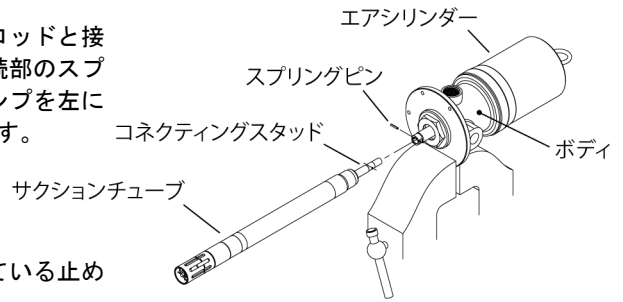

Fig.18
- 6) サクションチューブを引くと、エアモーターのピストンロッドと接続しているコネクティングスタッドがあらわれます。接続部のスプリングピンを抜き、コネクティングスタッドまたは下ポンプを左に回しねじ戻すと、エアモーターと下ポンプが分離できます。(Fig.18)